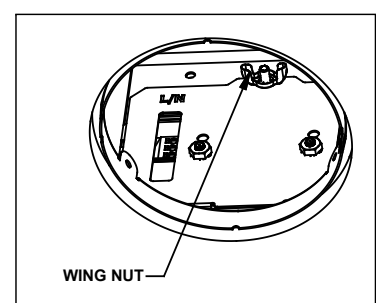

Figure 15
Step 6. Remove wing nut from driver plate to remove driver plate from fixture (Fig. 15). Pull driver plate out while slightly lifting to release lower mounting feet. Once free pull plate towards fixture opening and rotate plate 90° so it will fit through fixture opening. Driver plate rubbing against fire barrier is acceptable.
Step 6. Retire la tuerca de mariposa de la placa del controlador para retirar el controlador del artefacto (Fig. 15). Tire de la placa del controlador hacia fuera mientras la levanta ligeramente para liberar los pies de montaje inferiores. Una vez libre, tire de la placa hacia la abertura del artefacto y gire la placa 90° para que pase por la abertura del artefacto. El roce de la placa del controlador contra la barrera contra incendios es aceptable.